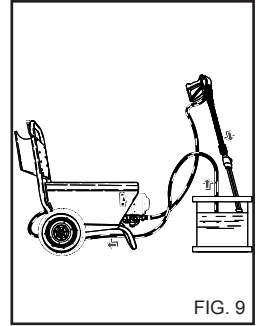

FIG. 9
- 1) Efter brug sammen med rengøringsmidlet skal højtryksvandsystemet skylles omhyggeligt: Lad pumpen være aktiveret i 1 minut, mens doseringshanen er fuldstændigt lukket. (fig. 9).
- 4) Efter anvendelse med sæbe skal sugesløjfen skylles. Sæt slangen til sæbeindsugning (fig. 9) ned i en dunk med rent vand og lad pumpen køre i ca. 1 minut med spulerøret i sæbetil sætningsfunktion.